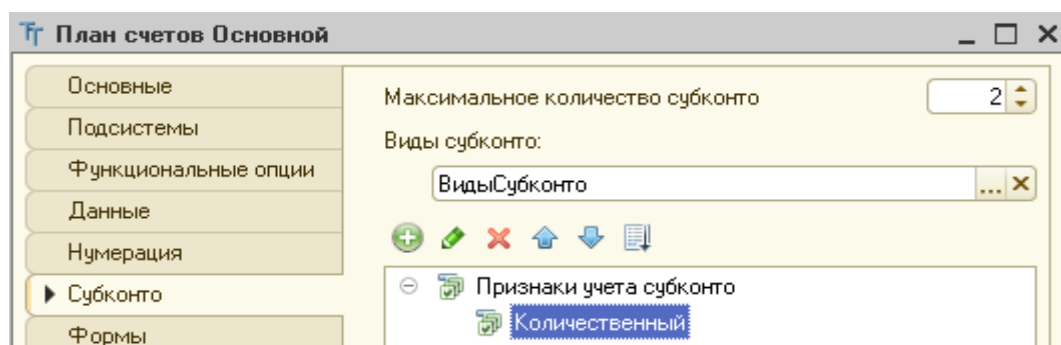

Рисунок 7.6 Настройка количественного признака учета
4. Перейти на закладку **Субконто**. Настроить закладку по образцу (рис.7.6).